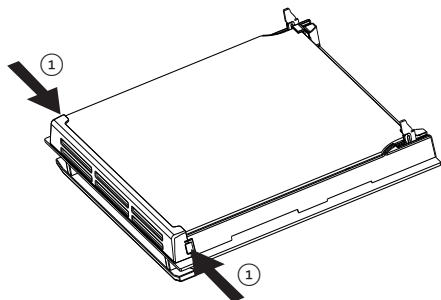

Fig. 8.12
- Appuyer de nouveau sur les onglets de retenue de la vitre des deux côtés de la porte et retirer le dispositif de retenue de la vitre (fig. 8.12, 8.13).